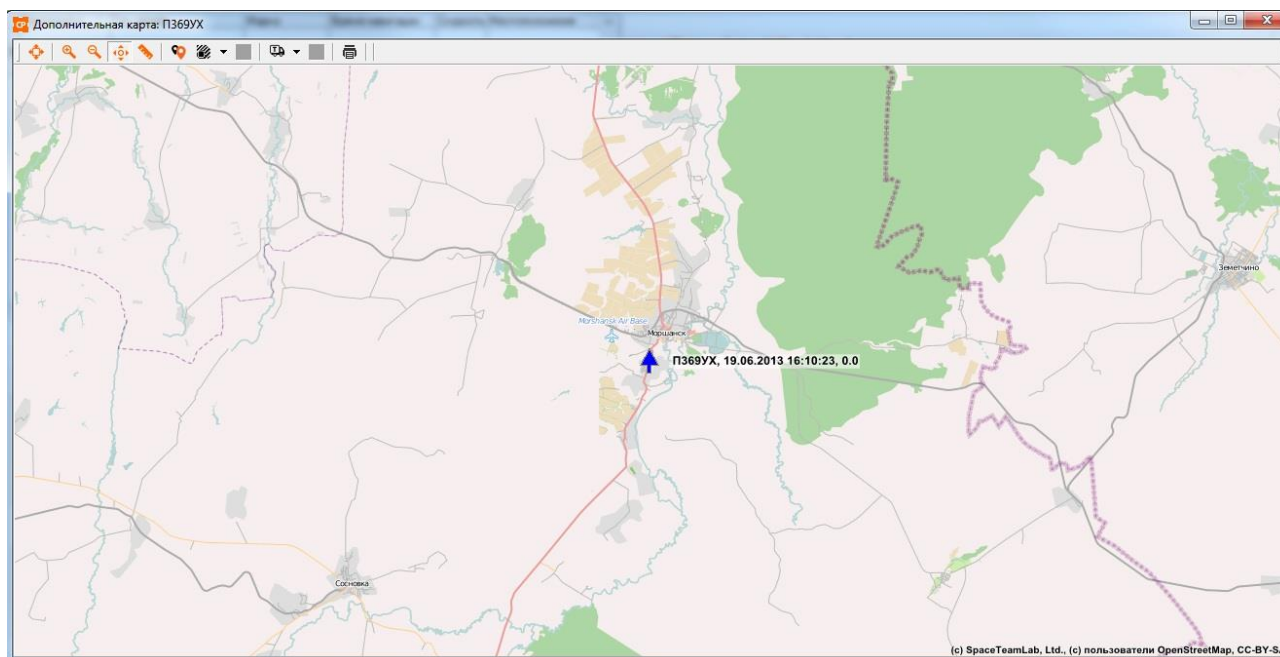

Рисунок 108 – Отображение местоположения ТС, с которым было ассоциировано тревожное событие
3.2 Нажать на кнопку [Показать на карте]. Программа предоставит дополнительную карту с отображением местоположения ТС, с которым было ассоциировано тревожное событие (см. Рисунок 108).